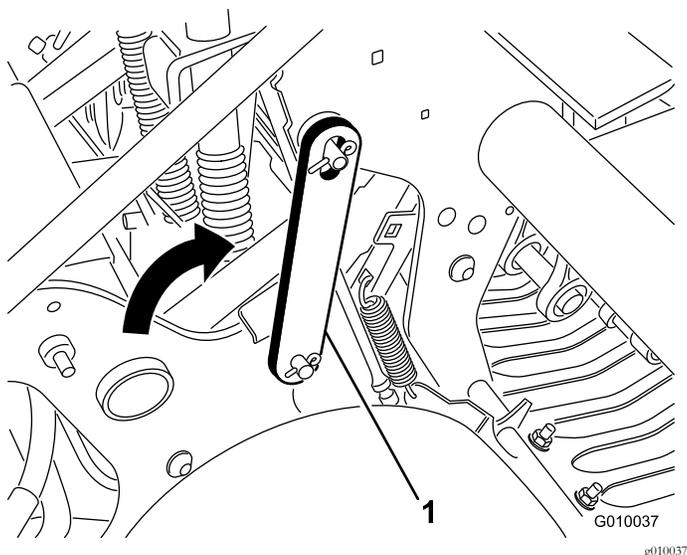

Figura 21
4. Girate indietro il fermo di servizio e inseritelo nella spina della testa di carotaggio (Figura 21). Fissatelo con l'anello Seeger.